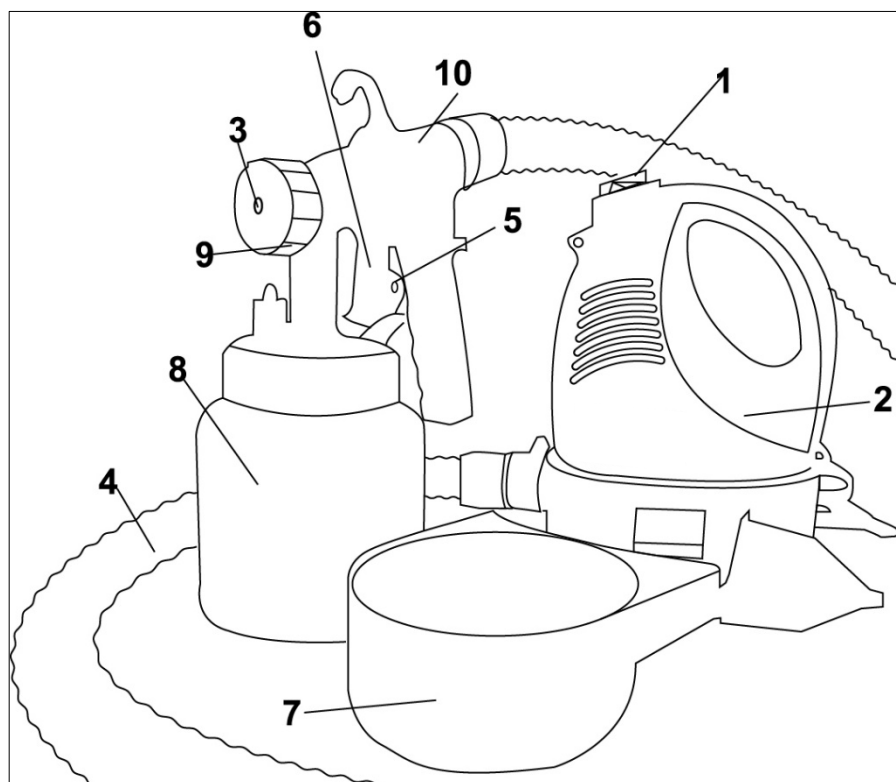

Рис. 1. Общий вид (ЭКП-700В)
4.1 ЭКП-700В имеет разнесённые компрессорный блок и краскораспылитель, снижают вес в руках оператора. Гофрированный шланг (рис.1 поз.4) позволяет окрашивать поверхности, при нахождении компрессорного блока на полу. ЭКП-400 является одним блоком и включается при нажатии на пусковой курок.
У ЭКП-700В коллекторный двигатель в сборе с компрессором расположен в пластиковом корпусе (рис.1 поз.2), состоящем из двух половин. В верхней части корпуса находится клавиша выключателя двигателя (рис.1 поз.1). Она имеет два фиксированных положения: «0» - выключено, «1» - включено. Воздух из компрессора подаётся гофрированным шлангом в краскораспылитель (рис.1 поз.10).
Из бачка (рис.1 поз.8), под давлением сжатого воздуха, краска всасывающей трубкой подаётся в форсунку, для смешивания её с воздухом. В форсунке происходит смешивание воздуха с краской и подача в насадку - распылитель (рис.1 поз.3), для покрытия поверхностей.
Регулятором (рис.1 поз.5) изменяется расход распыляемого материала. Поворот винта регулятора против часовой стрелке уменьшает количество распыляемого материала, по часовой – увеличивает.
В передней части рукоятки краскораспылителя расположен пусковой курок (рис.1 поз.6), при нажатии на который воздушно-капельная смесь через форсунку подаётся в распылительную головку (рис.1 поз.3). При отпускании клавиши подача краски к форсунке прекращается. После окончания работы необходимо отключить компрессор выключателем (рис.1 поз.1).
7.2 Для модели ЭКП-700В соедините гофрированным шлангом выходной штуцер корпуса компрессорного блока с входным штуцером краскораспылителя. Проверьте надёжность затяжки зажимной гайкой (рис.1 поз.9) головки распылительной (рис.1 поз.3).